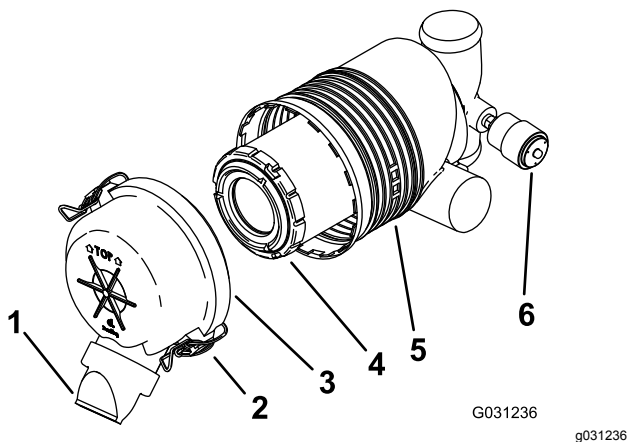

Figura 41
Importante: Cambie el filtro del limpiador de aire únicamente cuando el indicador de mantenimiento se ve rojo (Figura 41). El cambiar el filtro antes de que sea necesario sólo aumenta la posibilidad de que entre suciedad en el motor al retirar el filtro.
5. Abra los cierres del limpiador de aire y tire de la tapa de la entrada de aire para separarla del cuerpo del limpiador de aire (Figura 41).
- Si el indicador de mantenimiento se ve transparente, instale la tapa del limpiador de aire con el tapón antipolvo orientado hacia abajo, y cierre los enganches (Figura 41).
- Extraiga con cuidado el filtro del cuerpo del limpiador de aire (Figura 41).
- Instale el filtro con cuidado (Figura 41).
- Instale la tapa del limpiador de aire con el tapón antipolvo orientado hacia abajo, y cierre los enganches (Figura 41).